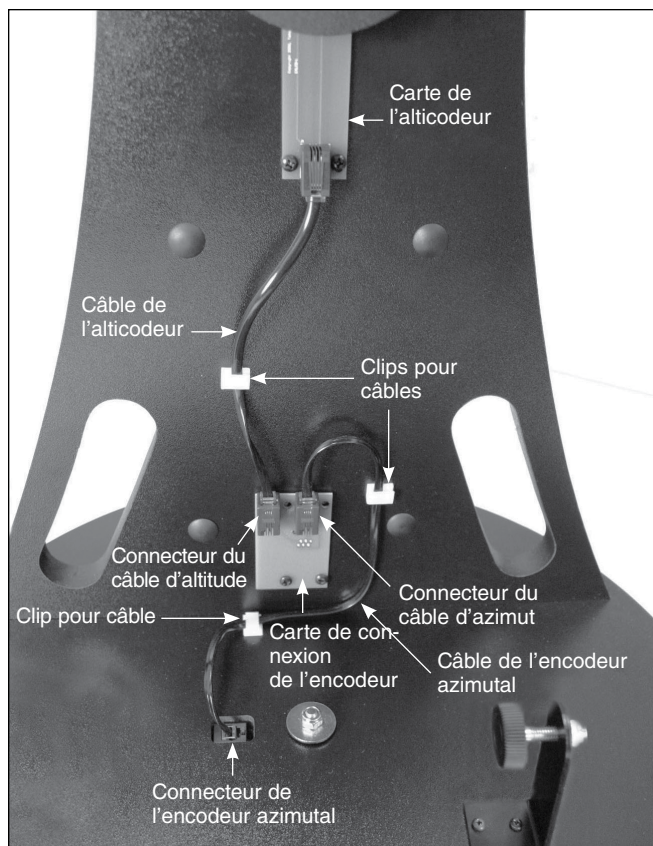

Figure 14. Branchez les deux câbles d'encodeurs comme indiqué.
17. Branchez enfin les câbles du codeur et installez les clips de fixation du câble. Voir leur positionnement sur la **figure 14**. Reliez l'une des extrémités du câble de l'encodeur azimutal (le plus court des deux câbles) à la prise de l'encodeur située dans la plaque supérieure de la base. Connectez l'autre extrémité du câble à la carte du connecteur de l'encodeur, située sur le panneau latéral gauche de la base. Le câble doit se brancher sur la prise située à droite de la carte de connexion de l'encodeur.
Utilisez les clips de fixation de fils pour fixer soigneusement les câbles d'azimut et d'altitude à la base. Nous vous recommandons d'utiliser un clip pour le câble d'altitude (le plus court), et deux clips pour le câble azimut (le plus long) (**figure 14**). Les clips comportent une face adhésive. Il suffit de décoller le papier au dos du clip et d'appliquer l'adhésif sur la base, à l'endroit où vous souhaitez fixer le clip.